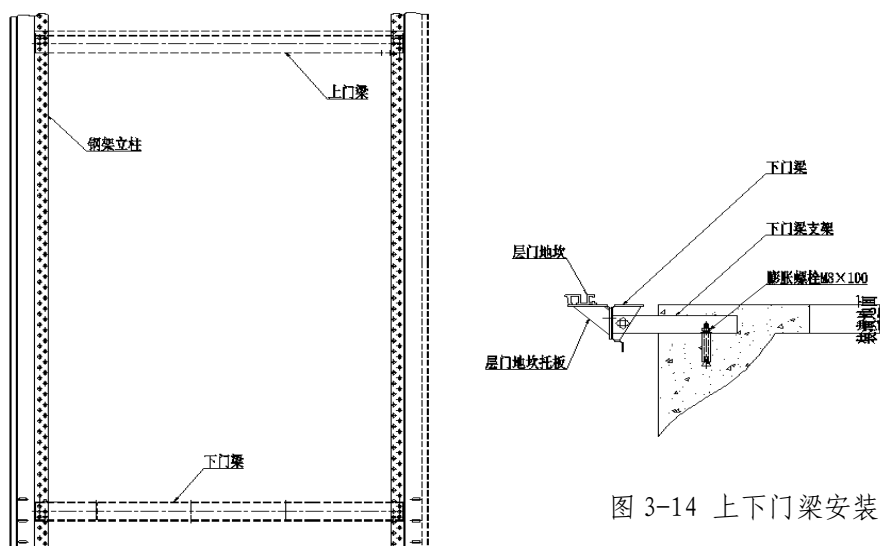

图 3-14 上下门梁安装示意图
3.4.1 取下门梁（翻边为 28mm，安装时翻边朝下），安装于钢井架开门侧，保证门梁上表面于层站装潢后的地面在同一水平面，上下偏差不大于 3mm。根据电梯土建总体布置图中的门洞高度确定上门梁（翻边为 21mm 的边朝上）安装高度，安装时应保证下门梁上表面与上门梁下表面的距离为  $(HH+130)$  mm，误差不大于 2mm，见图 3-14。